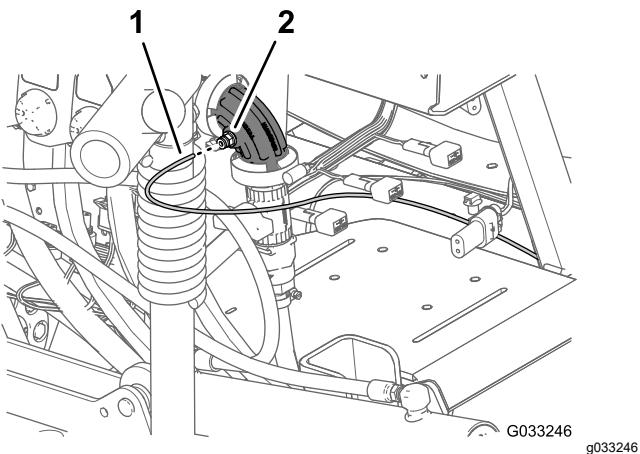
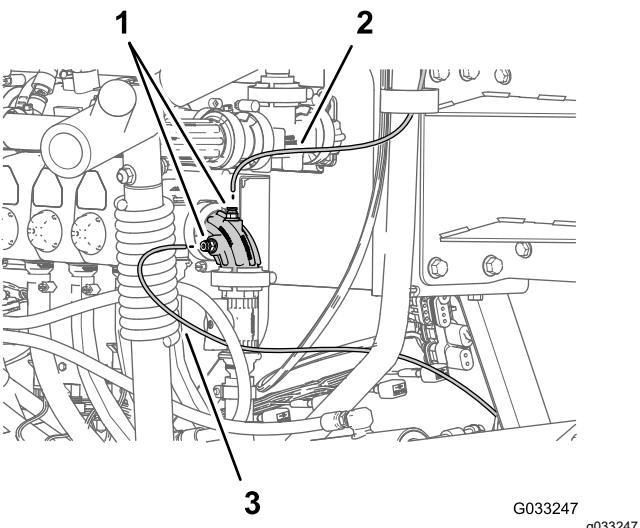

Рисунок 121
Рисунок 122
1. Подсоедините конец трубы датчика давления (пластиковой) для манометра на приборной панели к запорному кольцу соединительной муфты (Рисунок 121 и Рисунок 122).
2. Вставьте трубку датчика давления в запорное кольцо до полной посадки трубы (Рисунок 121 и Рисунок 122).